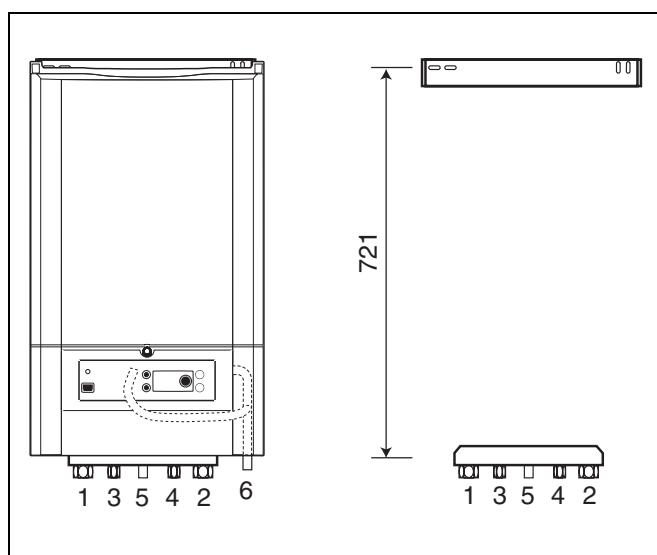

Рис. 5 Монтажная соединительная плита и соединительные контакты
- Смонтировать соединения (1 и 2: G $\frac{3}{4}$ ", 3 и 4: G $\frac{1}{2}$ " и 5 (газ): G1" наружный размер) ана приборе (рис. 5).
- Подключить прибор к нижней части монтажной соединительной плиты (рис. 5).
Контакты подключения циркуляционных и рециркуляционных трубопроводов отопительной установки находятся в нижней части прибора (рис. 5). Размеры контактов подключения указаны в главе 4. Рекомендуем смонтировать краны для технического обслуживания под прибором в системе циркуляции и рециркуляции.
Нагревательный прибор в серийном исполнении оснащен вмонтированным трехходовым клапаном. Опциональный двигатель трехходового клапана. Нагревательный прибор можно подключить к косвенно нагреваемому отопительному накопителю (рис. 5, **поз. 3 и 4**).
Если на отопительном котле не подключен отопительный накопитель, необходимо смонтировать на контакте VK и RS (рис. 5, **поз. 3 и 4**) короткозамкнутую линию (опционально).
Нагревательный прибор со сточным трубопроводом Ø30 мм оборудован со стороны отопительного контура смонтированным предохранительным клапаном (рис. 5, **поз. 6**). Сточный водопровод предохранительного клапана находится справа в нижней части прибора. Сточный водопровод предохранительного клапана имеет диаметр Ø30 мм или больше и его следует подключить с уклоном к водосточной сети.